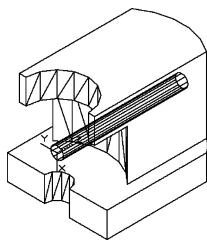

图 13-23 创建圆柱体
(14) 在命令行输入“UCS”, 将坐标原点移动到 $(0, 50, 40)$, 并将其绕 Y 轴旋转 90° 。
(15) 单击“三维工具”选项卡“建模”面板中的“圆柱体”按钮, 以坐标原点为圆心, 创建半径为 $R5$, 高 100 的圆柱体, 结果如图 13-23 所示。
(16) 单击“三维工具”选项卡“实体编辑”面板中的“差集”按钮, 将实体与圆柱体进行差集运算。采用“概念视觉”